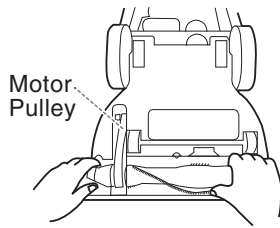

Fig. 26
- Set the new belt over motor pulley. (Fig. 26) Use belt: BLT1.